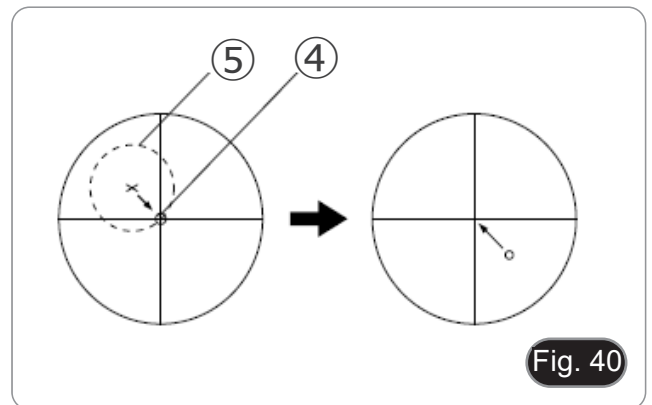

Fig. 40
3. Spostare un piccolo dettaglio riconoscibile nel campo visivo ④ utilizzando le manopole di movimento X-Y sul tavolino e posizionarlo al centro del crocifilo dell'oculare. (Fig. 40)
5. Ruotando il tavolino, il particolare messo a fuoco descriverà un cerchio ⑤. (Fig. 40)